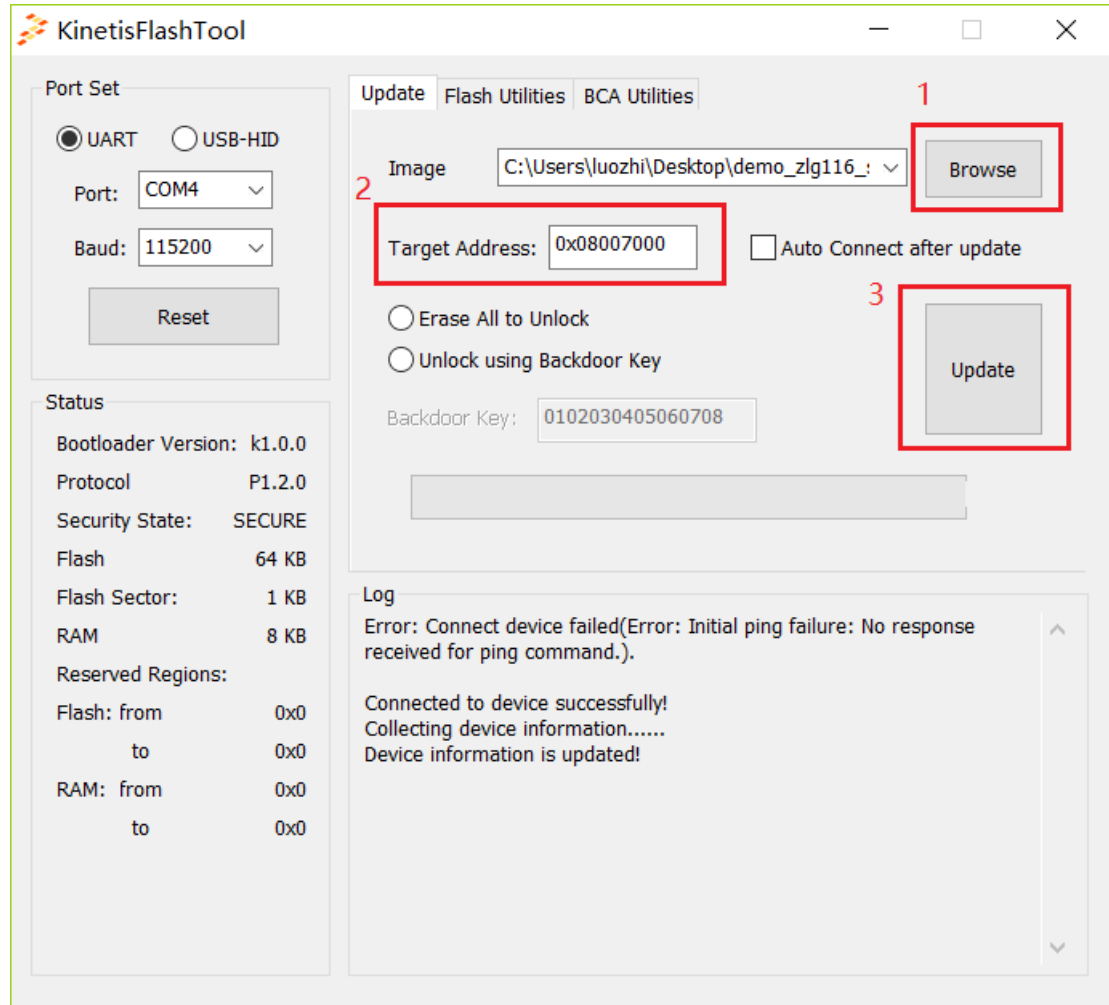
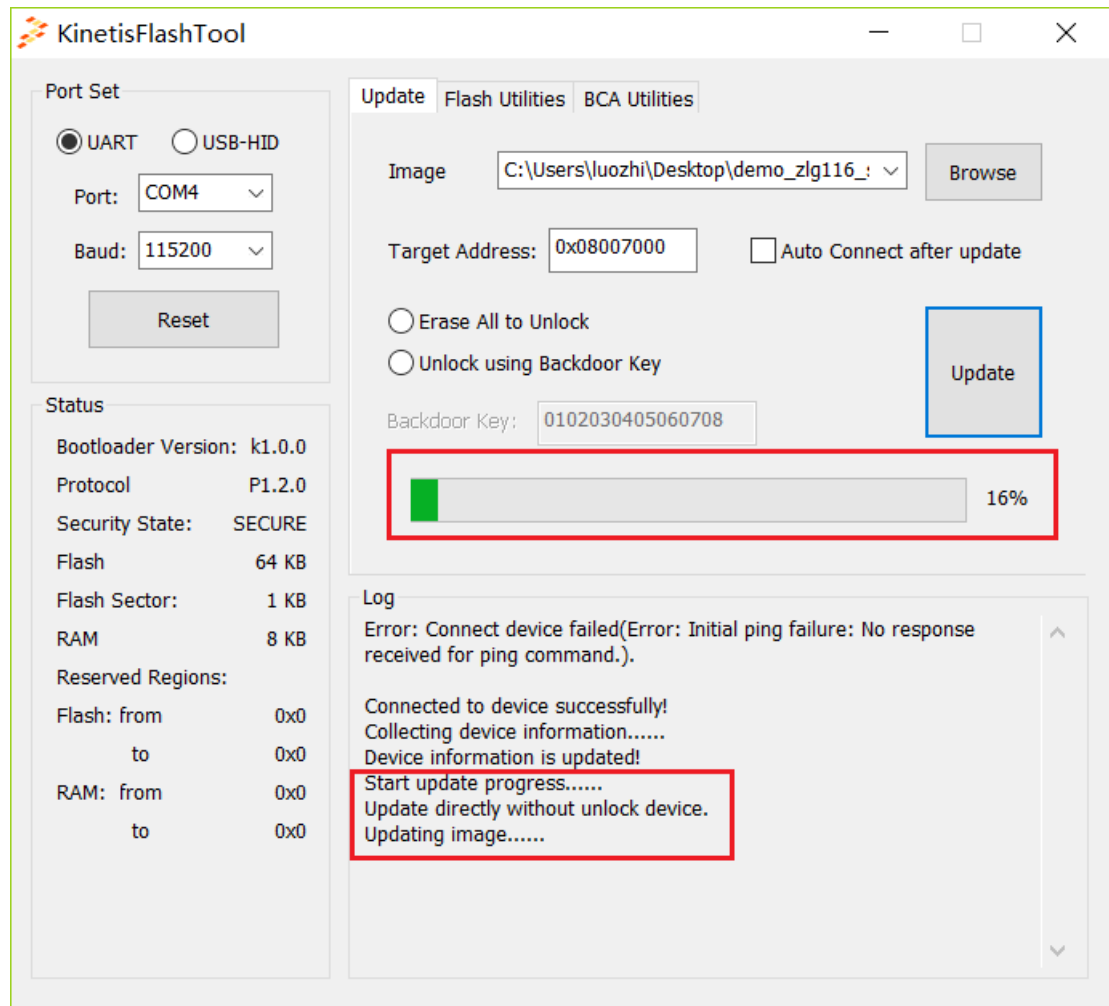

图 11: 固件升级设置
图 12: 升级过程
5、升级固件。首先需要选择升级使用的固件，点击 Browse 按钮，从文件夹中选择升级用的固件，固件是通过应用工程编译得到的 bin 文件，在 {SDK}\ametal\board\am116_core\project_demo_boot_kft_application\project_eclipse\Release 目录下，然后设置 Target Address 应用代码目标地址，本例程用户应用代码的目标地址是 0X08007000，其他部分的参数不需要设置，最后点击 Update 按钮开始升级，整个操作过程如图 11 所示。升级的过程会有进度条提示，log 部分也有信息提示“Start update progress..... Update directly without unlock device.Updating image.....”，升级过程如图 12 所示。